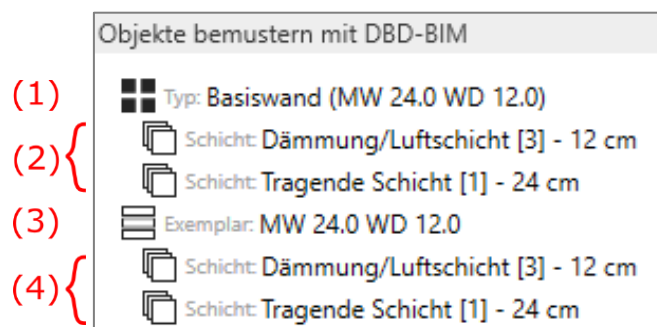

Abb. 15: DBD-BIM Zuordnungsmöglichkeiten für geschichtete Bauteile
Hier haben Sie vier Auswahlmöglichkeiten wie die Daten von DBD-BIM zugeordnet werden können: (1) zum Familientyp, (2) zum Familientyp mit Bezug zu einer Schicht, (3) zum Exemplar, (4) zum Exemplar mit Bezug zu einer Schicht (siehe Abb. 15).